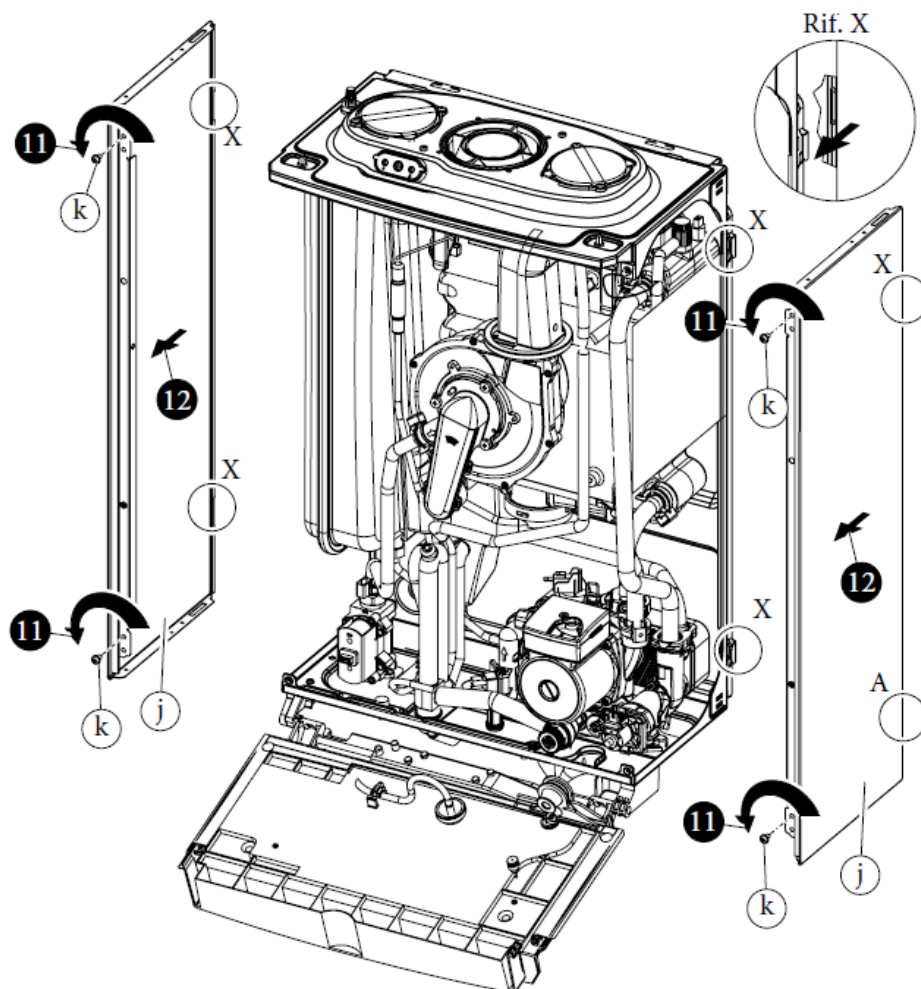

Fig. 3-16e
• Mantalele laterale (Fig. 3-16e).